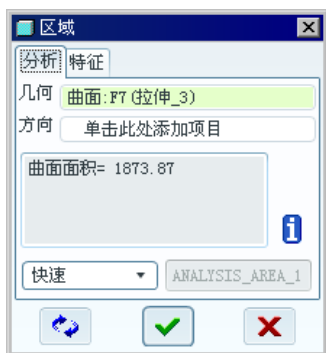

图 8.1.24 “区域”对话框
Step2. 选择下拉菜单 分析(A) → 测量(M) → 面积(R) 命令。
Step3. 在弹出的“区域”对话框中, 打开[分析]选项卡, 如图 8.1.24 所示。
- (2) 在图 8.1.24 所示的[分析]选项卡的结果区域中，可查看测量的结果。